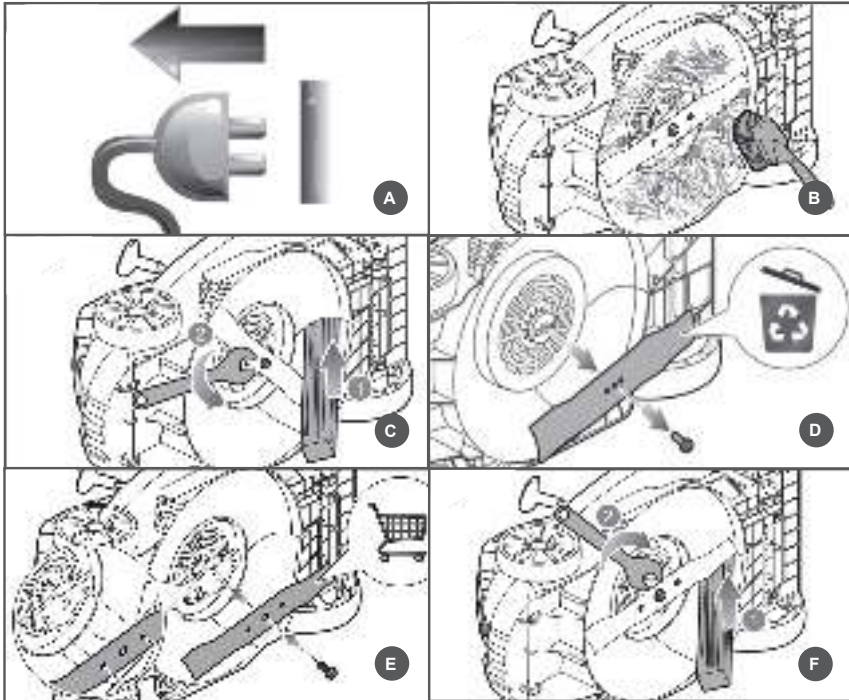

Рис. 17 Замена ножа
2. Возьмите одной рукой нож и крепко держите, или установите деревянный брусок 1 и зафиксируйте нож от проворачивания (Рис. 17).
3. Установите гаечный ключ 2 (в комплектность не входит) и открутите против часовой стрелки болт крепления ножа (Рис. 17).
5. Установите новый нож на адаптер (Рис. 17) так, чтобы:
брусочек и зафиксируйте нож от проворачивания (Рис. 17).